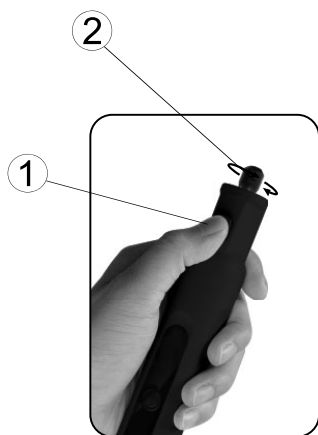

Рис. 2
- Заблокируйте вращение шпинделя, нажав на кнопку блокировки 1 (рис. 2), и открутите цанговую гайку 2 (рис. 2) против часовой стрелки.